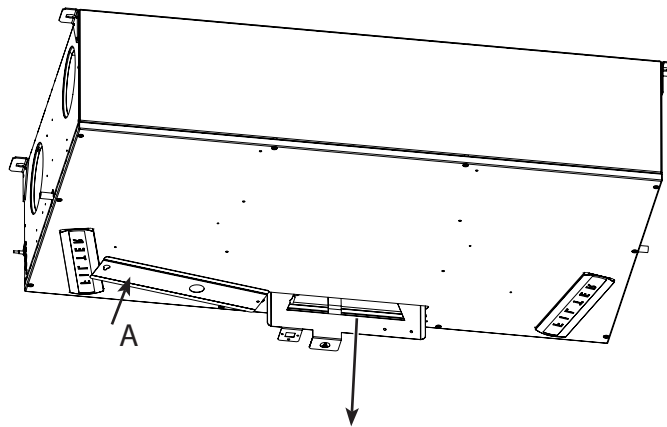

Fig. 22
De geïntegreerde regelaar biedt diverse opties voor het aansluiten van extra externe apparatuur. Om toegang te krijgen tot de controller opent u de afdekking van de printkaart (A) van de unit door die helemaal rond te draaien zoals afgebeeld in fig. 22.